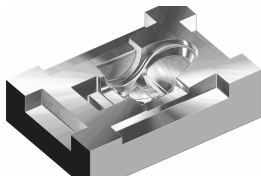

图 4-163 第二次清角仿真结果
3) 在 PowerMILL “仿真控制”工具栏中单击“运行”按钮,系统即进行第二次清角仿真切削,其结果如图 4-163 所示。